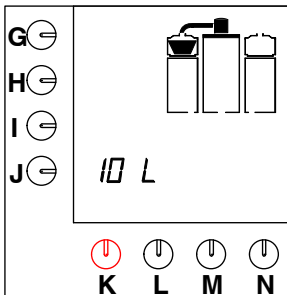

Fig. 7 Dryppetid
- Så snart kaffebeholderen er fyldt, blinker filterskål i displayet for dryppetid (fig. 7).